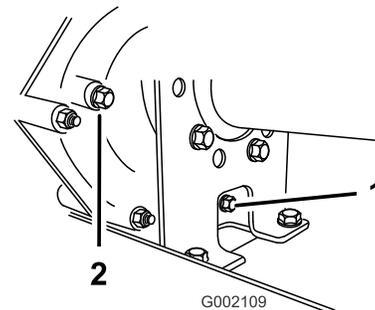

Bild 56
2. Reinigen Sie den Bereich um die Füll- und Ablassschraube mit einem Lappen (Bild 56).
4. Drehen Sie die Füllschraube nach links, um sie zu entfernen (Bild 56).
5. Drehen Sie die Ablassschraube nach links, um sie zu entfernen (Bild 56).
6. Setzen Sie die Ablassschraube und Dichtung in das Ablassschraubenloch am Getriebe ein und ziehen sie an (Bild 56).
Getriebe die Unterseite des Gewindes erreicht (Bild 56).
8. Setzen Sie die Füllschraube und Dichtung in das Füllschraubenloch am Getriebe ein und ziehen sie an (Bild 56).
10. Prüfen Sie den Ölstand und füllen mehr Öl ein, wenn der Ölstand unter dem Gewinde im Füllschraubenloch liegt (Bild 56).